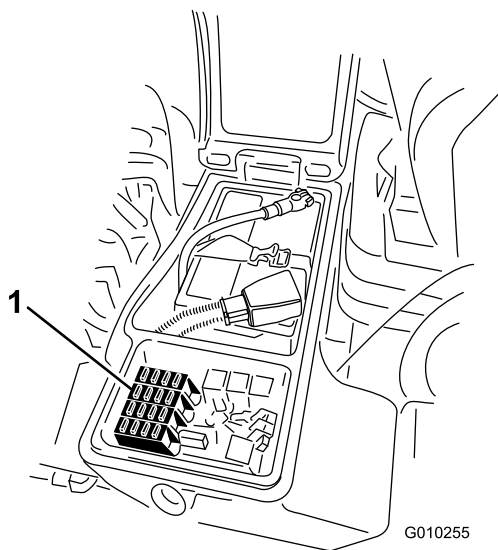

**Рисунок 61**
1. Ослабьте фиксацию защелки крышки правого вещевого отсека и поднимите крышку (Рисунок 61).
1. Ослабьте фиксацию защелки крышки правого вещевого отсека и поднимите крышку (Рисунок 61), чтобы получить доступ к блоку предохранителей (Рисунок 62).
3. Закройте крышку правого вещевого отсека и зафиксируйте ее защелкой (Рисунок 61).